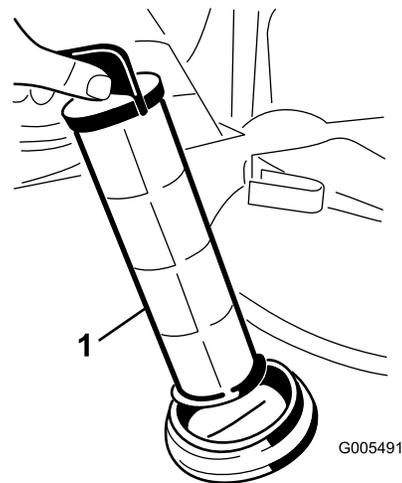

Figure 49
4. Sortez la crépine d'aspiration de l'orifice (Figure 49).